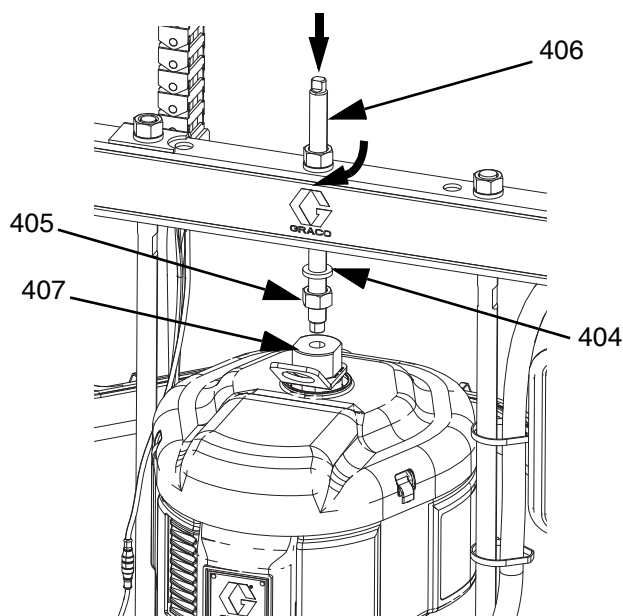

ABB. 47
- b. Gewindestange (406) durch Loch in der Mitte des Ram führen. An Gewindestange (406) über und unter dem Zugbalken Sicherungsscheiben (404) und Muttern (405) anbringen. Hebering-Adapter (407) mit Schraubenschlüssel fixieren und mit einem anderen Schraubenschlüssel Gewindestange (406) im Hebering-Adapter (407) festziehen. Siehe ABB. 47.
- c. Mutter (405) unter dem Zugbalken mit einem Anzugsmoment von maximal 34 N•m (25 ft-lb) festziehen.
- d. Mutter (405) über dem Zugbalken festziehen, um den Motor zu befestigen.